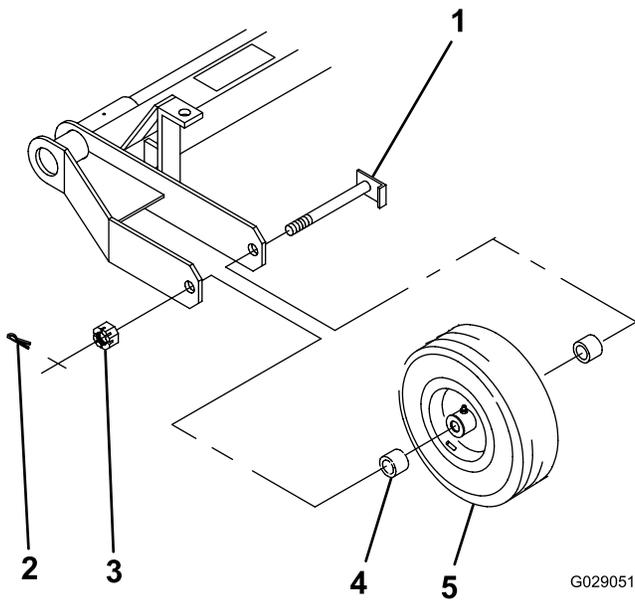

图2
1. 如图2所示将车轮总成和2个隔片放置在机架之间轮毂的两侧各1个。
- 将轴穿过机架、隔片和车轮图2。